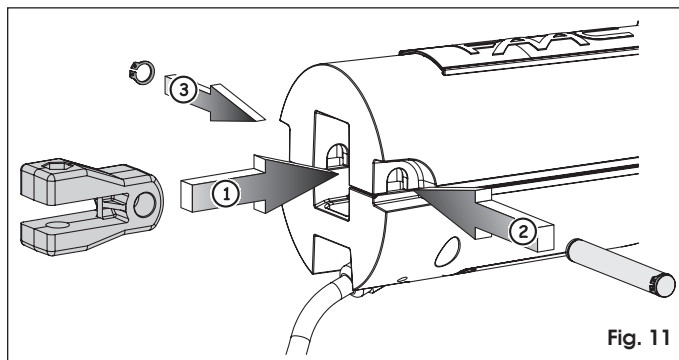

Fig. 11
3. Assembler la patte d'attache postérieure de l'opérateur d'après la figure 11.